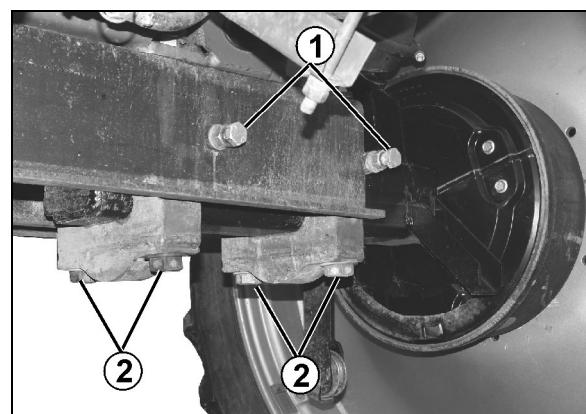

Fig. 134
Ecartamentele ajustabile depind de montajul roții (Fig. 134):
5. Împingeți/trageți semipuntea în poziția dorită. Pentru aceasta determinați distanța x de la muchia exterioară a șasiului (Fig. 134/1) până la centrul roții de stropitoare și deplasați semipuntea în consecință.